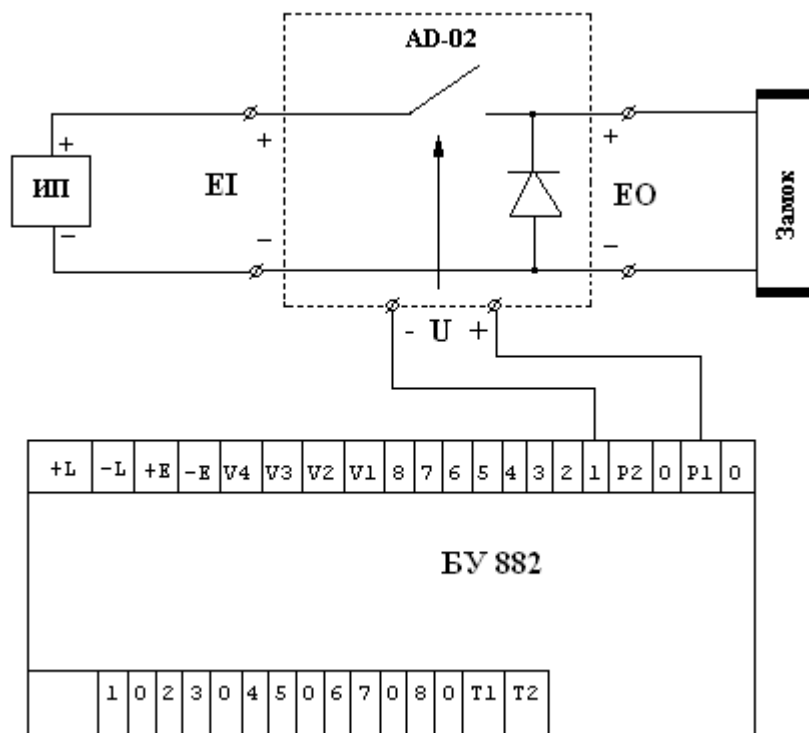
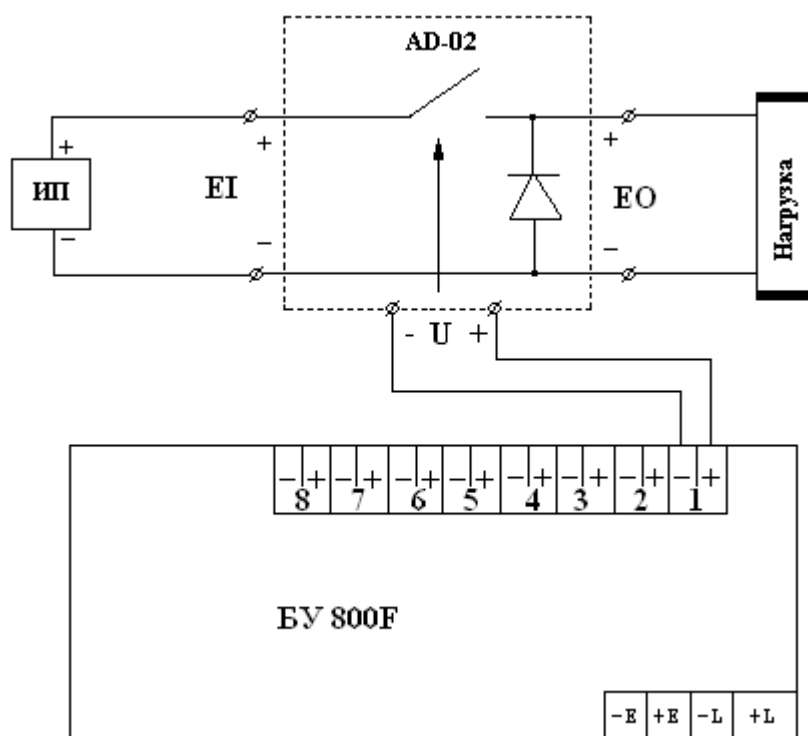

Рис. 5.14. Подключение адаптера к БУ882.
Рис. 5.15. Подключение адаптера к БУ800F.
5.5.14. Положительные входы управления ключа подключаются либо к внутреннему источнику напряжения +12 В в блоках уплотнения (например, Р1 или Р2 в БУ882, см. рис.5.14), либо к положительному выводу шлейфа пожарной сигнализации в БУ800F (рис.5.15). Отрицательные входы управления подключаются либо к выходам «открытый коллектор» в блоках уплотнения (например, выходы с 1 по 8 в БУ882), либо к отрицательному выводу шлейфа пожарной сигнализации в БУ800F. В шлейф пожарной сигнализации допускается включать только одно реле адаптера. В этом случае шлейф служит исключительно для подачи сигналов управления.